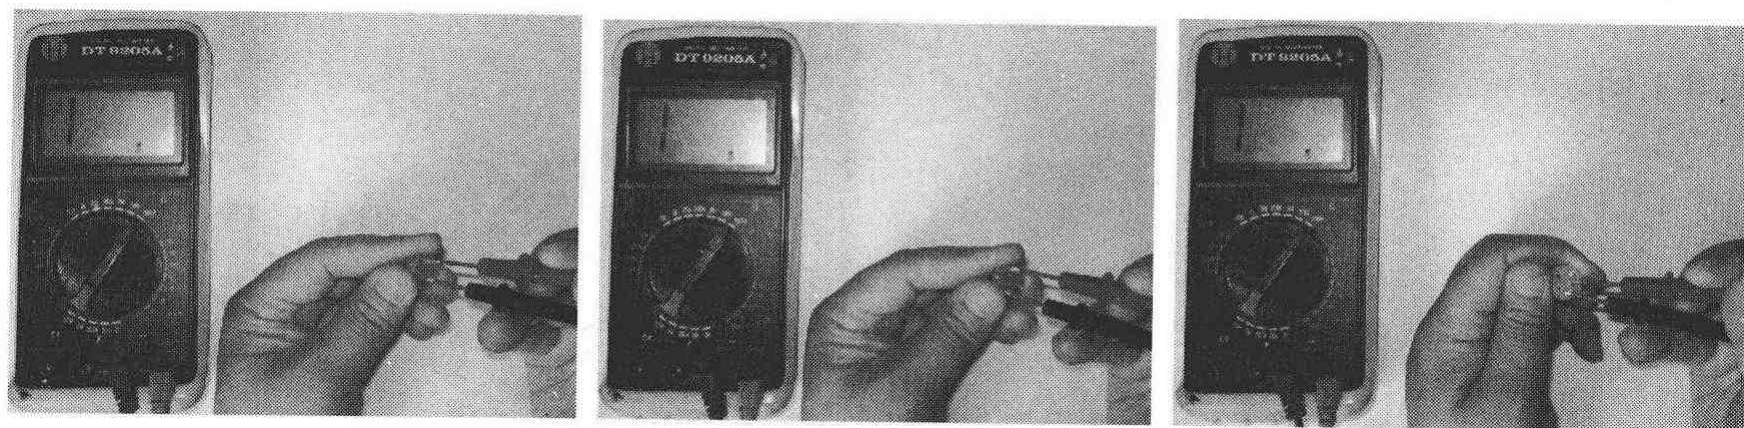

图 3-81 用电阻测量法测量声表面波滤波器示意图
如图 3-81 所示，用万用表  $R \times 10k$  挡测量声表面波滤波器各引脚之间的正、反向电阻，因②脚与⑤脚相连，所以之间的阻值为 0，其余各引脚与②脚或⑤脚间的电阻值均应为无穷大。否则，说明该声表面波滤波器已损坏。